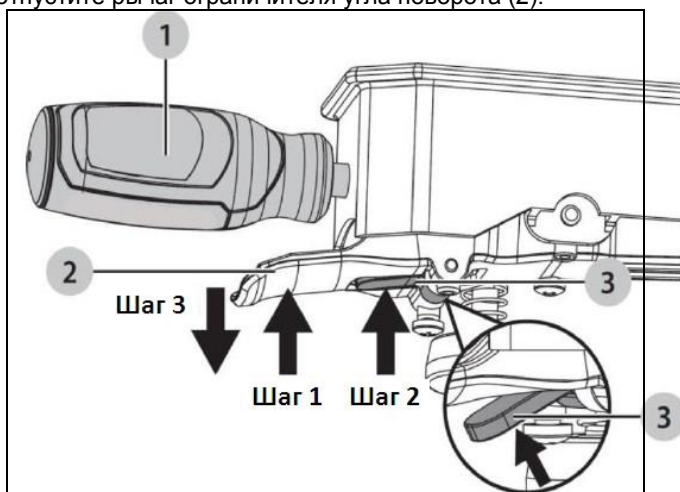

Рисунок 4
Блокировка ограничителя Рис.4: Конструкция станка позволяет поворотному столу свободно перемещаться под любым желаемым углом. При ослабленной ручке фиксации угла поворота (1) и нажатом рычаге ограничителя угла поворота (2) (шаг 1), потяните блокиратор ограничителя (3) вверх (шаг 2) и отпустите рычаг ограничителя угла поворота (2) (шаг 3) для того, чтобы иметь возможность свободно миновать жесткие упоры на шкале поворота. Чтобы снять блокировку ограничителя и позволить поворотному столу опираться на жесткие упоры, нажмите и отпустите рычаг ограничителя угла поворота (2).